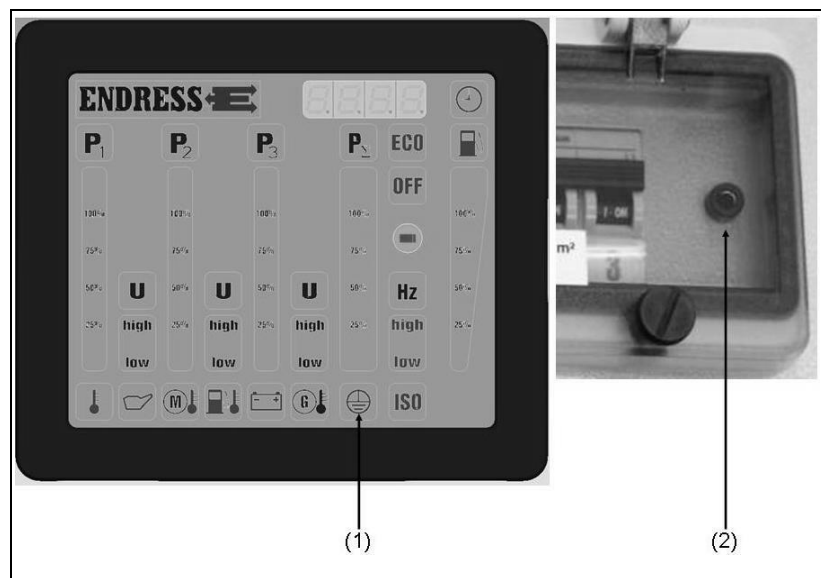

Abb. 4-5: Schutzleiter prüfen
1. Prüfkabel in Buchse (Abb. 4-5-(2)) einstecken.
- ✓ Die Prüflampe (Abb. 4-5-(1)) am Multifunktionsdisplay zeigt das Ergebnis an: